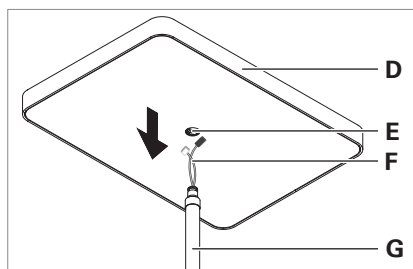

Fig. 8: Placer la tête du luminaire.
- Placez la tête du luminaire **D** sur le bras vertical **G** et introduisez les câbles **F** par l'ouverture **E** sur la tête du luminaire, voir Fig. 8.